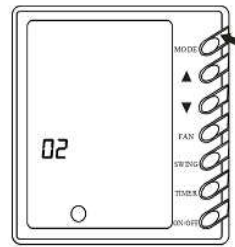

Fig.5
4.3.8 Funzioni in memoria (Fig.5)
4.3.8 Memory function (Fig.5)